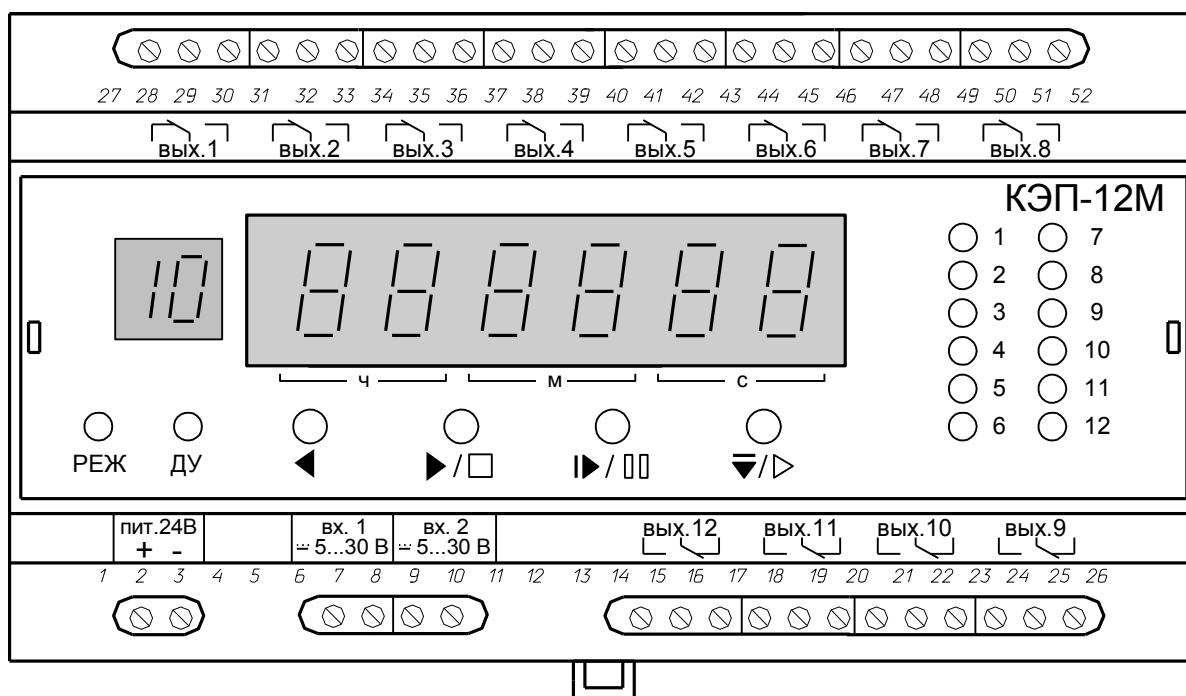

Рисунок 1 - Внешний вид передней панели прибора КЭП-12М
**Рисунок 1** иллюстрирует внешний вид передней панели прибора КЭП-12М.